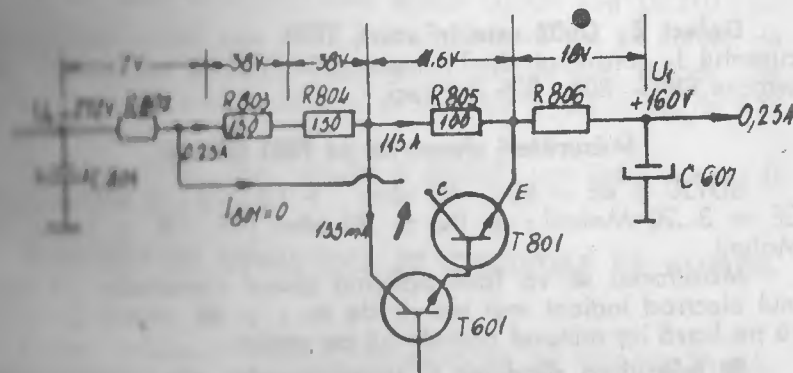

Fig. 18
3. Tensiunea U_1 este de cca. 160 V. Imaginea are foarte puțin brum, T801 radiatorul său este rece. Cauza este întreruperea legăturii la colector T801, caz în care avem $U_1 = 160 \text{ V}$ (la $U_{rețea} = 220 \text{ V}$). Situația poate conduce și la arderea lui T801 deoarece o parte din curentul I_0 curge prin R803 — 804 pe traseul colector T601 — baza T601 — emitor T601 în jurul lui T801. T601 se încălzește foarte tare (frige) deoarece prin T801 curge un curent de cca. 135 mA (restul de cca. 150 mA curge prin R805). Ca urmare căderea de tensiune la borna R805 este de cca. 11,5 V, tensiune care se aplică între C și E la T601. Tranzistorul T601 suportă deci cam 1,4—1,5 W. Situația tensiunilor este arătată în fig. 18.